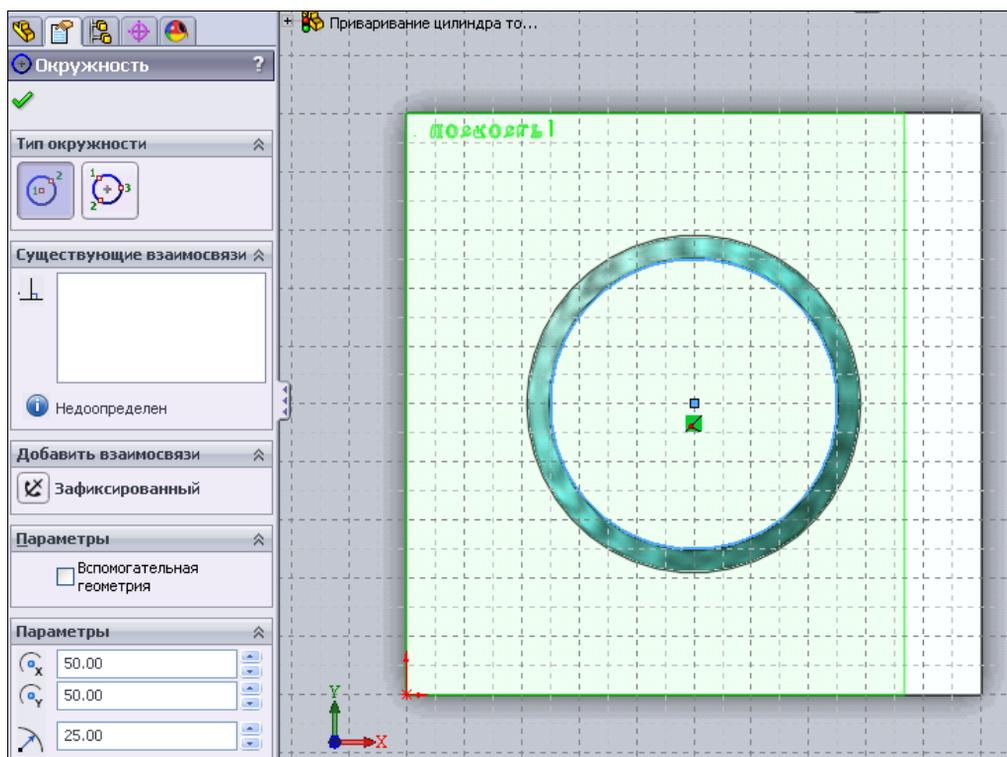

Рис. 5.65
6. На верхней плоской круглой грани цилиндра создайте новый эскиз окружности, поверх уже имеющейся (рис. 5.65). На эскизе должен появиться значок совпадения центров окружностей .